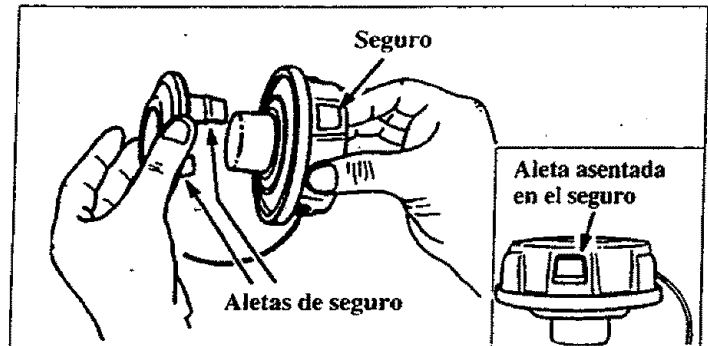

Figura 16
- h. Alinee las aletas de cierre de la cubierta sobre los retenes del cubo. Presione la cubierta sobre el cubo hasta que las partes calcen juntas. Figura 16.
- Inspeccione para verificar que las aletas de cierre están fijadas correctamente como se muestra en la Figura 16 (recuadro).